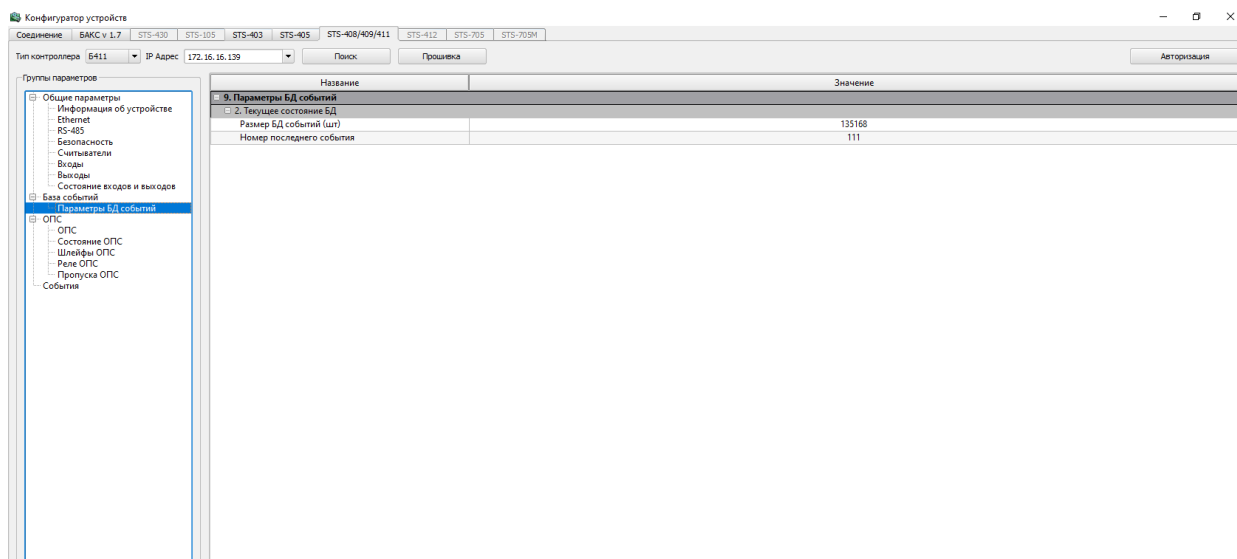

Рисунок 23 – Параметры БД событий
- Параметры БД событий – здесь отображается количество БД событий и номер последнего события (рисунок 23).